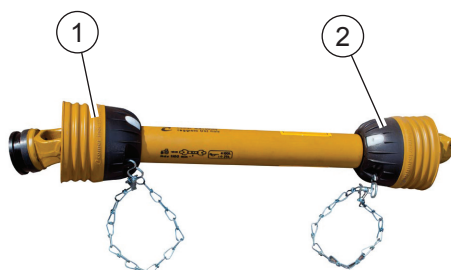

FIG. 21
- Protección del eje de transmisión lado tractor (1, “Fig. 21”) y lado máquina (2) incluidas las cadenas de contención.